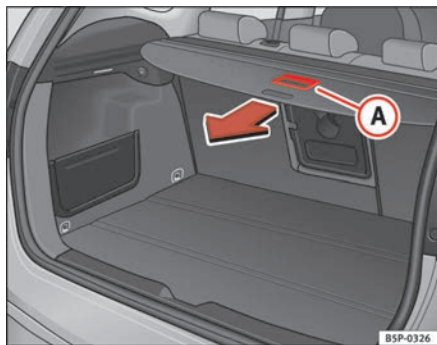

Fig. 124 Accionamiento bandeja portaobjetos
- Tire hacia atrás de la bandeja con el tirador **A** hasta percibir un “clic” ⇒ fig. 124.